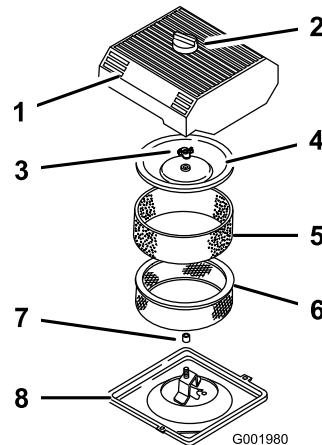

Figura 43
4. Desaperte o botão existente na parte superior do filtro de ar e retire a cobertura (Figura 43).
5. Retire cuidadosamente o filtro de esponja, passando pelo filtro de papel (Figura 43).
6. Desaparafuse a porca da cobertura e retire a cobertura e o filtro de papel (Figura 43).
1. Coloque cuidadosamente o filtro de esponja, passando pelo filtro de papel (Figura 43).
3. Coloque a porca da cobertura e aperte contra a cobertura (Figura 43).
4. Coloque a cobertura do filtro de ar e o botão (Figura 43).